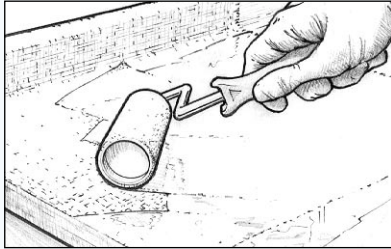

Abbildung 28 Beschichten Sie die Oberfläche, um die Gewebestruktur vollständig auszufüllen, solange das getränkte Glasgewebe noch klebrig ist.
9. Beschichten Sie die Oberfläche, um die Gewebestruktur vollständig auszufüllen, solange das getränkte Glasgewebe noch klebrig ist (Abbildung 28). Halten Sie die Arbeitsschritte für den Abschlussauftrag im nächsten Abschnitt ein. Normalerweise benötigen Sie zwei oder drei Lagen, um die Gewebestruktur abzudecken und eine Schichtdicke zu erreichen, bei der das Gewebe nicht von nachträglichem Schleifen angegriffen wird.